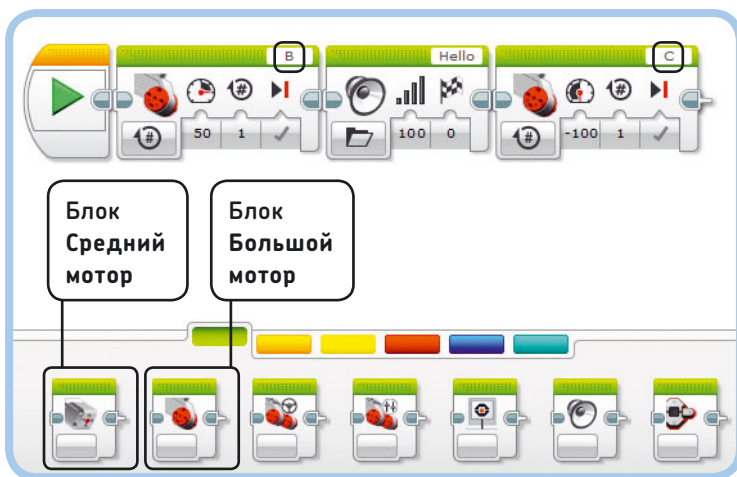

Рис. 4.20. Программа LargeMotor: Левый мотор вращается вперед, робот говорит «Привет!», правый мотор вращается в обратном направлении
Программа на рис. 4.20 содержит два блока **Большой мотор** (Large Motor), отвечающие по отдельности за вращение левого (B) и правого (C) моторов соответственно.